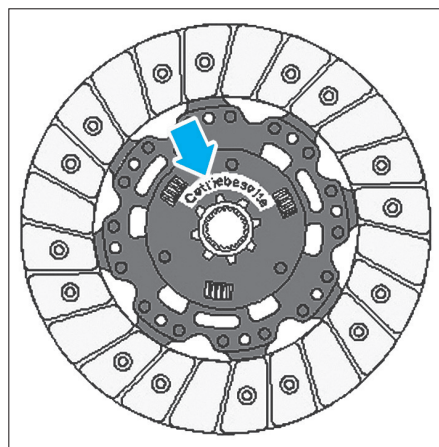

FIG. 4
- A la repose, veiller à ce que l'inscription "Getriebeseite" soit du côté boîte de vitesses (Fig.4).